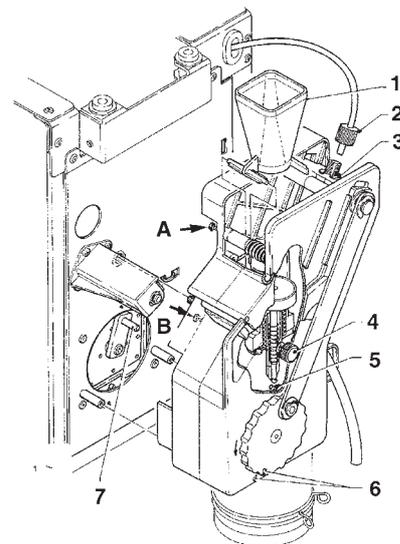

Fig. 19
- séparer le tuyau en Teflon de raccordement à la chaudière du piston supérieur, en prenant soin à conserver le joint (voir fig. 19) ;
- Desserrer les vis A et B pour ce qui est suffisant à dégager l'entonnoir café (voir fig. 19) ;